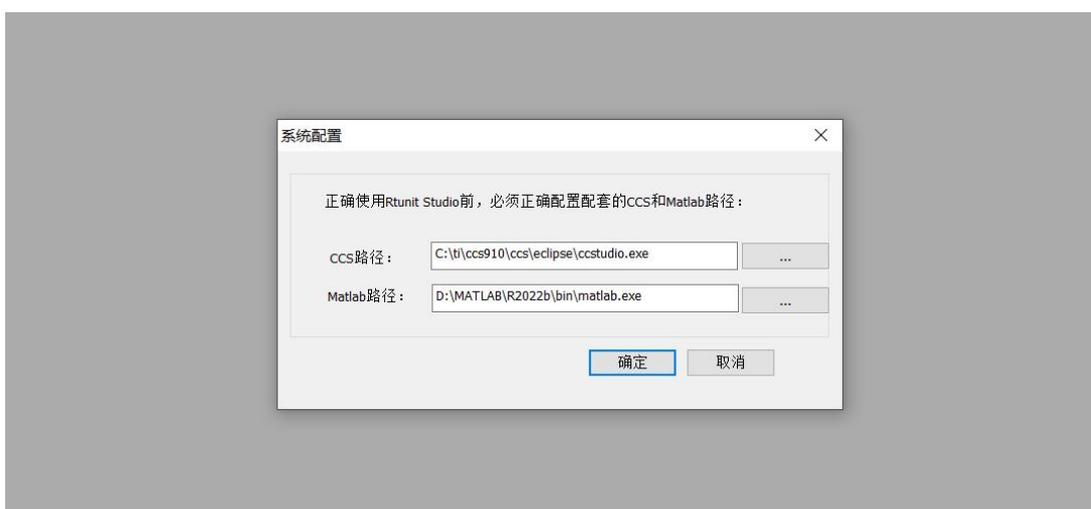
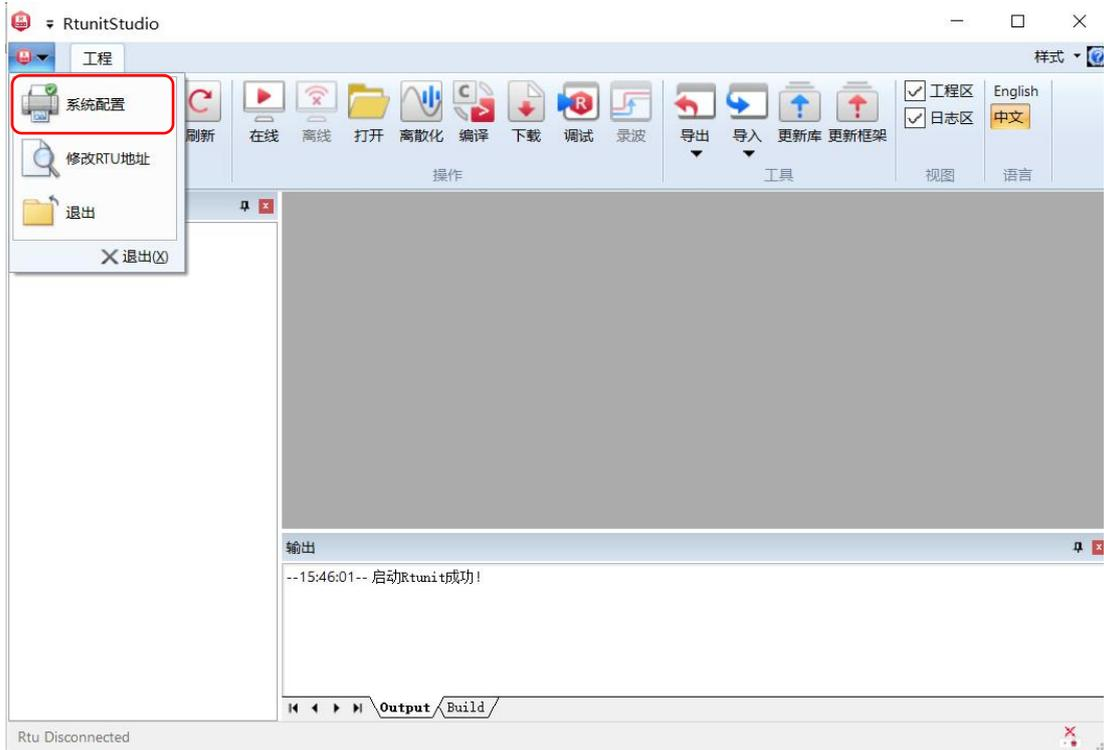

图 3.4 RTUS2023 安装过程图 4
图 3.5 RTUS2023 安装过程图 5
3、在弹窗“系统配置”界面配置 Matlab 和 CCS 软件，如图 3.4。若不小心删除此弹窗，则点击左上角图标打开系统配置界面，如图 3.5；